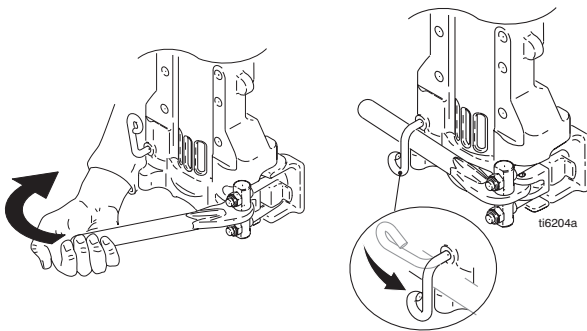

FIG. 27
6. FIG. 27. Appuyer sur le levier pour serrer et remettre le verrou en position verrouillée.